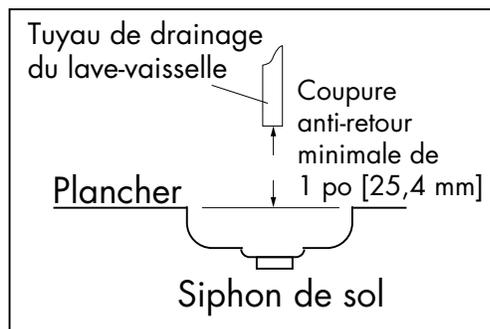

Fig. 4
1. Une coupure anti-retour minimale de 1 po (25,4 mm) doit être maintenue entre la sortie du tuyau de drainage et le niveau de débordement du siphon de sol, de l'évier ou de tout autre réceptacle de drainage approuvé localement (Fig. 4).